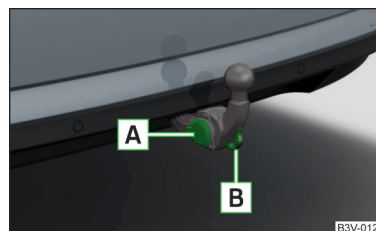

Fig. 315
- » desfaceți capacul de protecție al prizei și introduceți fișa remorcii (accesoriilor) în priza cu 13 pini **A** » fig. 315. (în cazul în care remorca/accesoriile dispun de o fișă cu 7 pini, puteți folosi un adaptor corespunzător, din gama de accesorii originale ŠKODA).